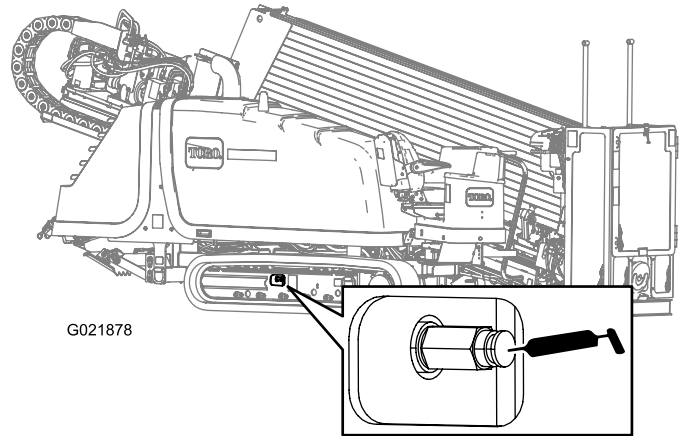

Bild 99
2. Entfernen Sie Schmutz und Rückstände im Bereich des Schmierventils für die Kettenspannung (Bild 99).
4. Bringen Sie Schmiermittel auf den Nippel auf, bis die Spannung 22063 kPa (3200 psi) beträgt, siehe Bild 99.
4. Drehen Sie das Schmierventil für die Kettenspannung **maximal eine Umdrehung** nach links (Bild 99).